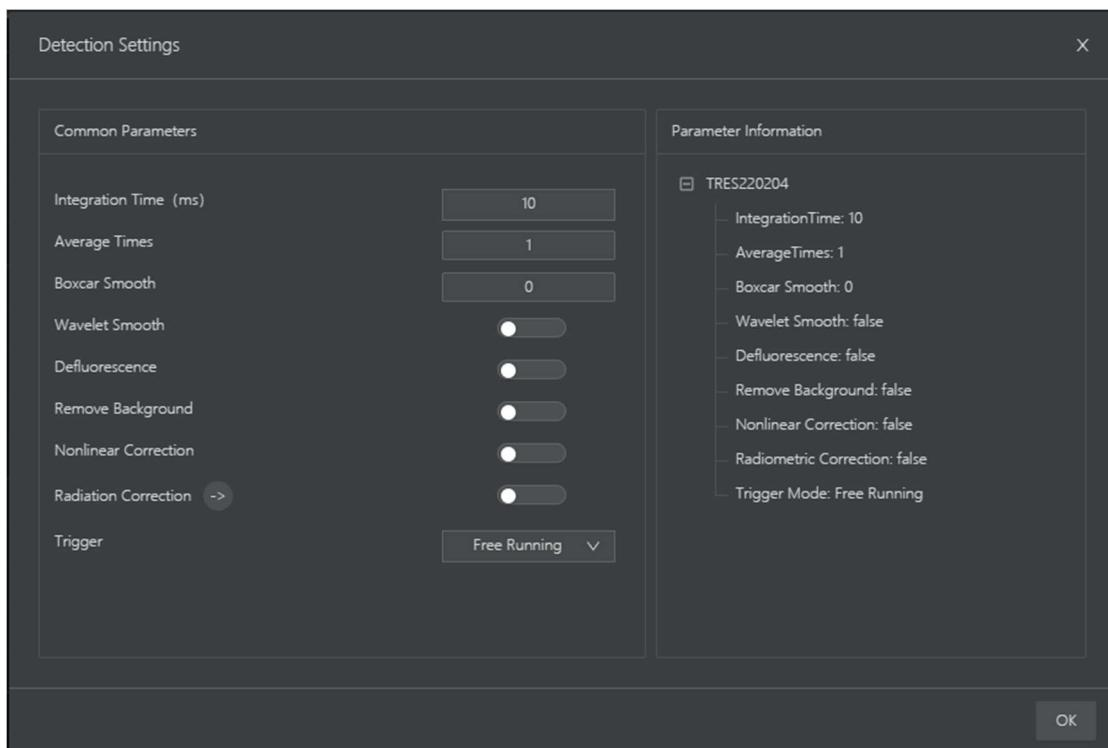

图 4.6 Sequence Detection 采样设置
- b) 采样设置：包含 Detection Settings 采样设置和 Sequence 时序设置两部分，请先完成 Detection Settings 采样设置，界面如图 4.6 所示，具体参数说明如下：